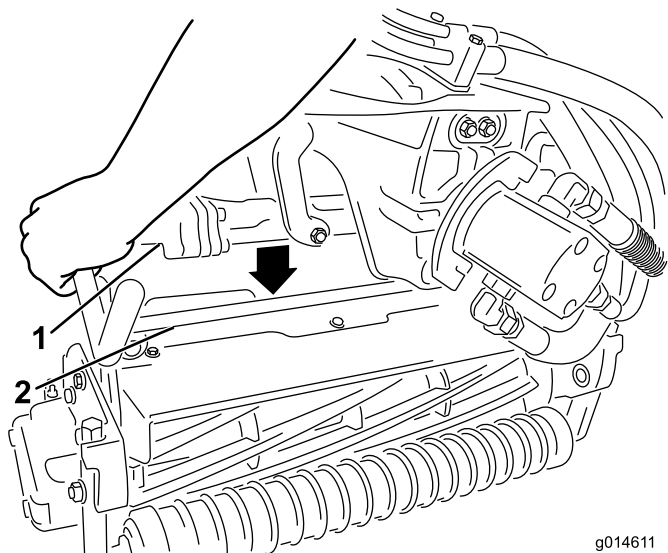

Bild 35
- Schmieren Sie Keilwelle des Mähwerkmotors mit sauberem Schmiermittel ein (Bild 35).